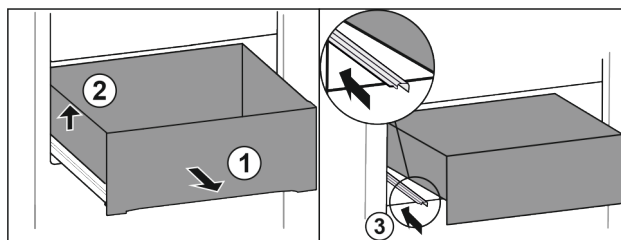

Fig. 68
- ▶ Trekk ut skuffen til anslag. Fig. 68 (1)
- ▶ Løft skuffen til venstre. Fig. 68 (2)
- ▶ Skyv inn venstre skinne. Fig. 68 (3)